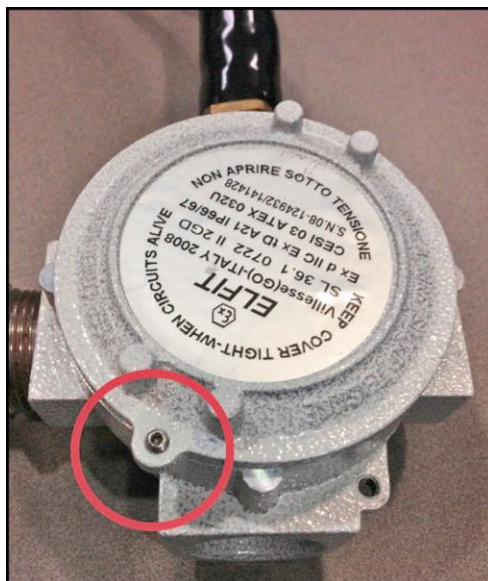

Figura 23: Parafuso da caixa de junção
10. Coloque a tampa da caixa de junção sobre o XAMP e aperte a tampa até a caixa de junção estar bem fechada. Insira o parafuso (veja a Figura 23 abaixo) para fixar a tampa no local.